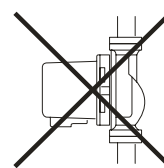

Рис. 3
**2.8.** Запрещается установка распределительной коробки в нижнем положении, относительно корпуса электромотора (см. рис. 3).